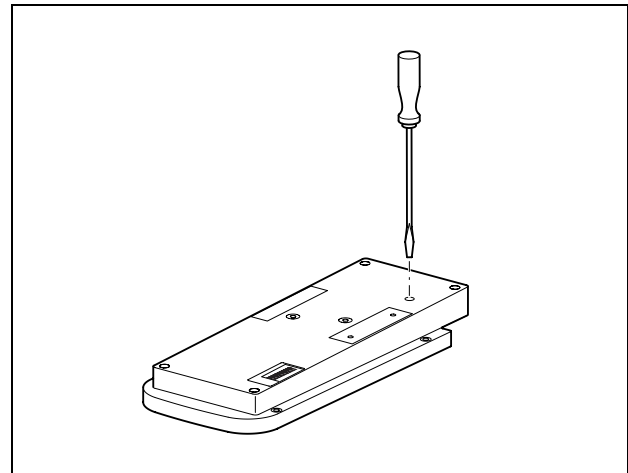

Abbildung 5.1: Einstellen der Ausgangslautstärke
- 1 Verwenden Sie einen Schraubendreher, um die Ausgangslautstärke der Sprechstelle einzustellen. Drehen Sie ihn im Uhrzeigersinn, um die Ausgangslautstärke zu erhöhen bzw. gegen den Uhrzeigersinn, um die Ausgangslautstärke zu verringern. Siehe Abbildung 5.1.